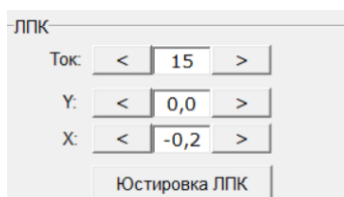

Рис. 16П – Выбор ручной юстировки лампы в главном окне
3.4.5 Если интенсивность изучения ЛПК меньше 10 единиц необходимо произвести ручную юстировку лампы. Она производится изменением координат Y и X во вкладке «Параметры» на закладке «ЛПК, ФП». (Рис. 16П).